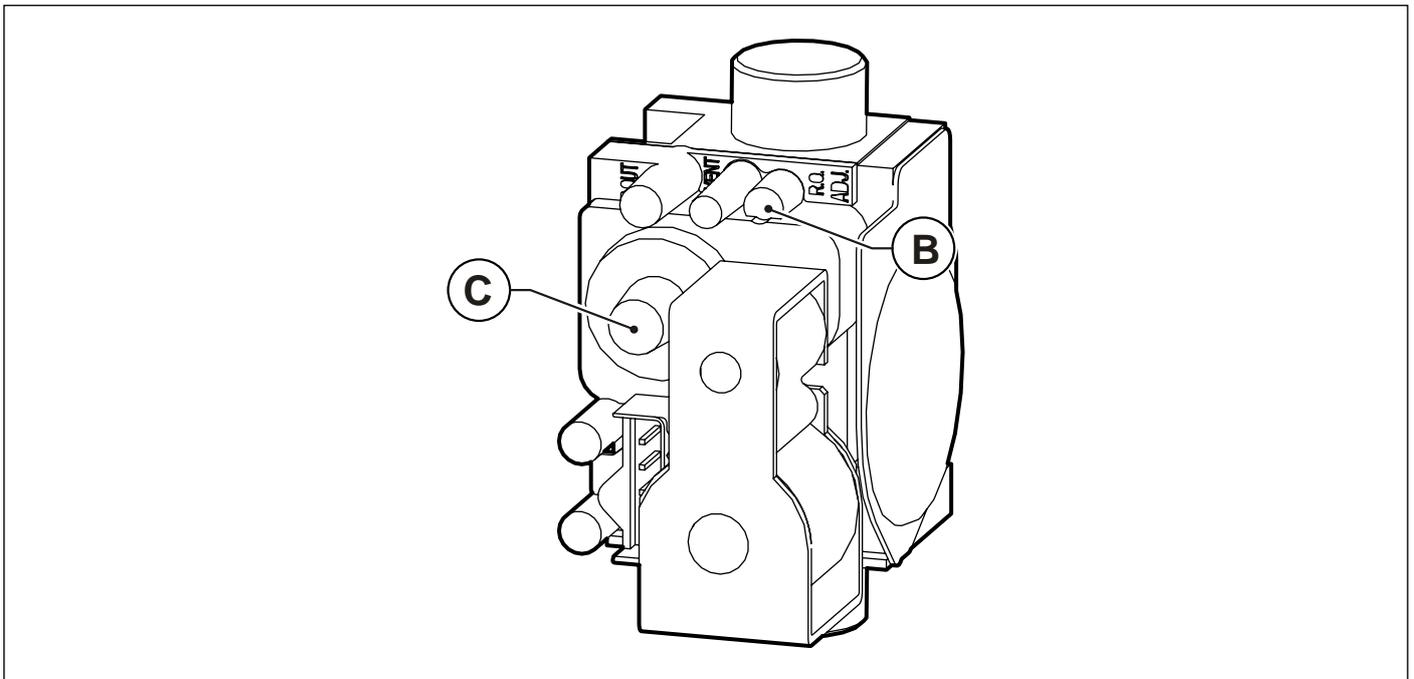

Fig. 44 Regolazione valore anidride carbonica
- Regolare il valore dell'anidride carbonica (CO2) nei fumi ruotando il regolatore di rapporto **B** (vedi Fig. 44 Regolazione valore anidride carbonica) e assicurarsi che rientri nei limiti della Tab. 26 Valori di CO2 nei fumi. Lasciare la caldaia in modalità spazzacamino e portarsi al passo successivo di regolazione alla potenza minima.
- Regolare il valore dell'anidride carbonica (CO2) nei fumi ruotando il regolatore di offset **C** (vedi Fig. 44 Regolazione valore anidride carbonica) e assicurarsi che rientri nei limiti della Tab. 26 Valori di CO2 nei fumi.